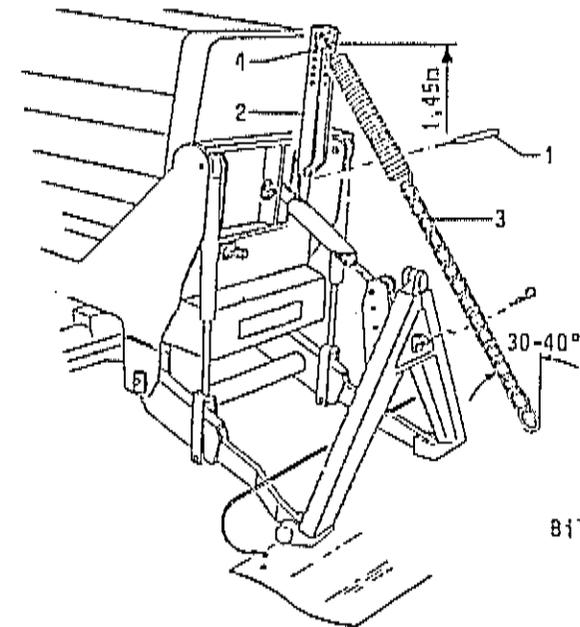
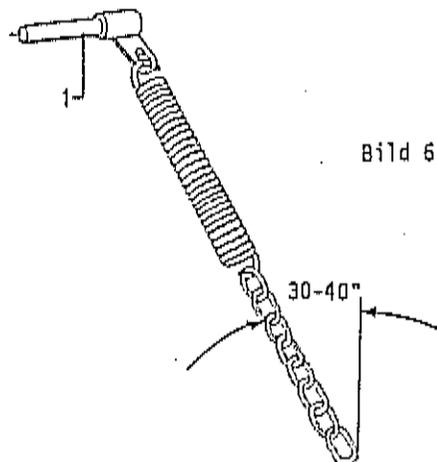

Bild 5
Bild 6
Andere Kuppeldreiecke gegen Ausklinken mit Federstecker (1) sichern (siehe Bild 5).
Bei den Mähwerken TFL wird in der Regel serienmäßig keine Entlastungsfeder mitgeliefert, da viele Traktoren eine eingebaute Entlastung in ihrer Fronthydraulik haben (Stickstoffblase, Federn). Da eine Mähwerksentlastung unverzichtbar ist, können als Zusatzgruppen Federn mit Federanker nach Bild 5, Best.-Nr. TF 15-Z-1500 oder die Federn mit einfachem Bolzen nach Bild 6, Best.-Nr. TFL 14-1500 bezogen werden.
a) Federn mit Federanker (Bild 5)
b) Feder mit einfachem Bolzen (Bild 6)